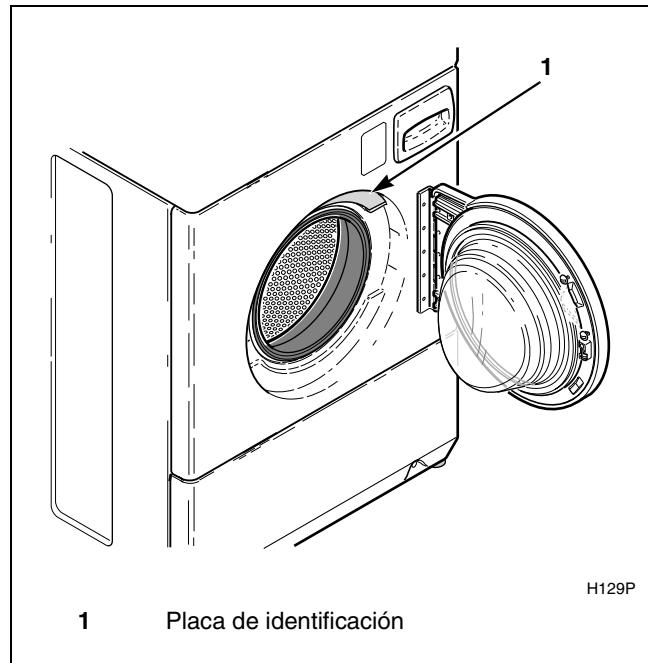

Figura 16
**NOTE:** Consulte la placa de identificación de la lavadora para comprobar el voltaje y los hertzios apropiados para los que se haya diseñado el funcionamiento de la lavadora. Consulte la *Figura 16*.